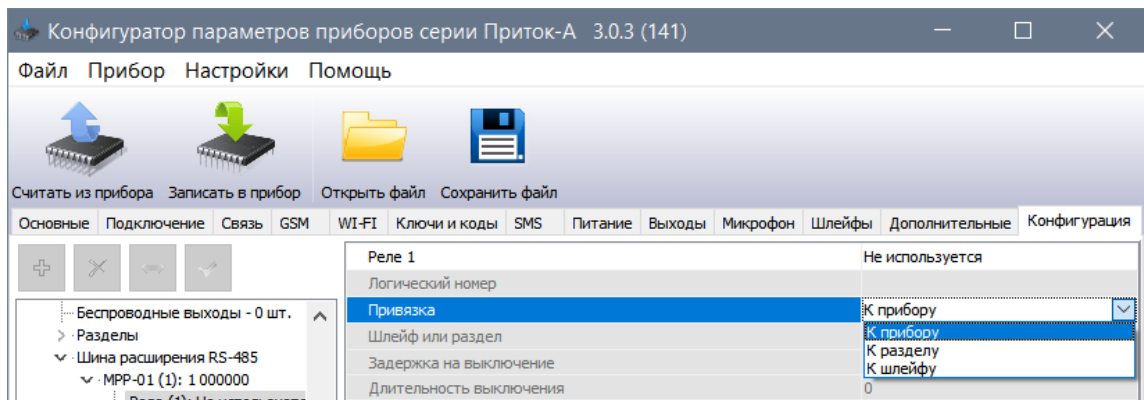

Рисунок 7
Для всех типов режимов работы, кроме «Не используется», «Управление с АРМ» и «Управление с клавиатуры и с АРМ», должен быть указан объект, привязанный к этому реле (см. п. 2.1 рисунок 7). Объектом привязки может быть:
– Поле «Привязка» - привязка реле к прибору, разделу или шлейфу (см. рисунок 7).